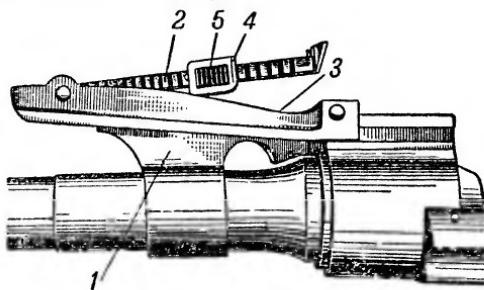

Рис. 10. Прицел:
**11. Прицел** (рис. 10) служит для придания винтовке соответствующих углов прицеливания. Он состоит из колодки прицела, прицельной планки, пружины прицельной планки, хомутика и защелок хомутика с пружинами.